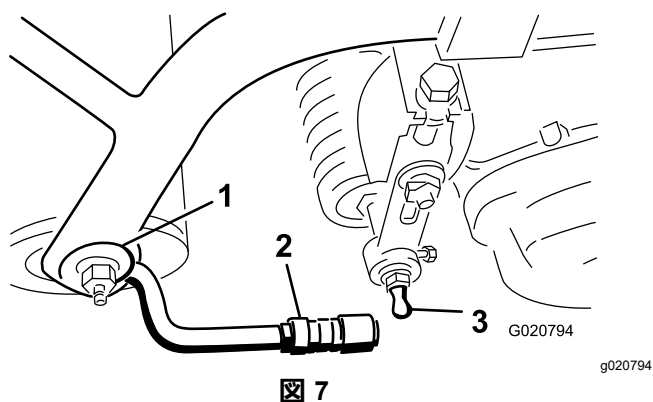

図 7
3. スリーブをボールジョイントの位置まで引き戻し、レシーバーをカッティングユニットのボールスタッドに引っ掛ける。スリーブから手を離すとスタッドとジョイントが結合してロックする 図 7。